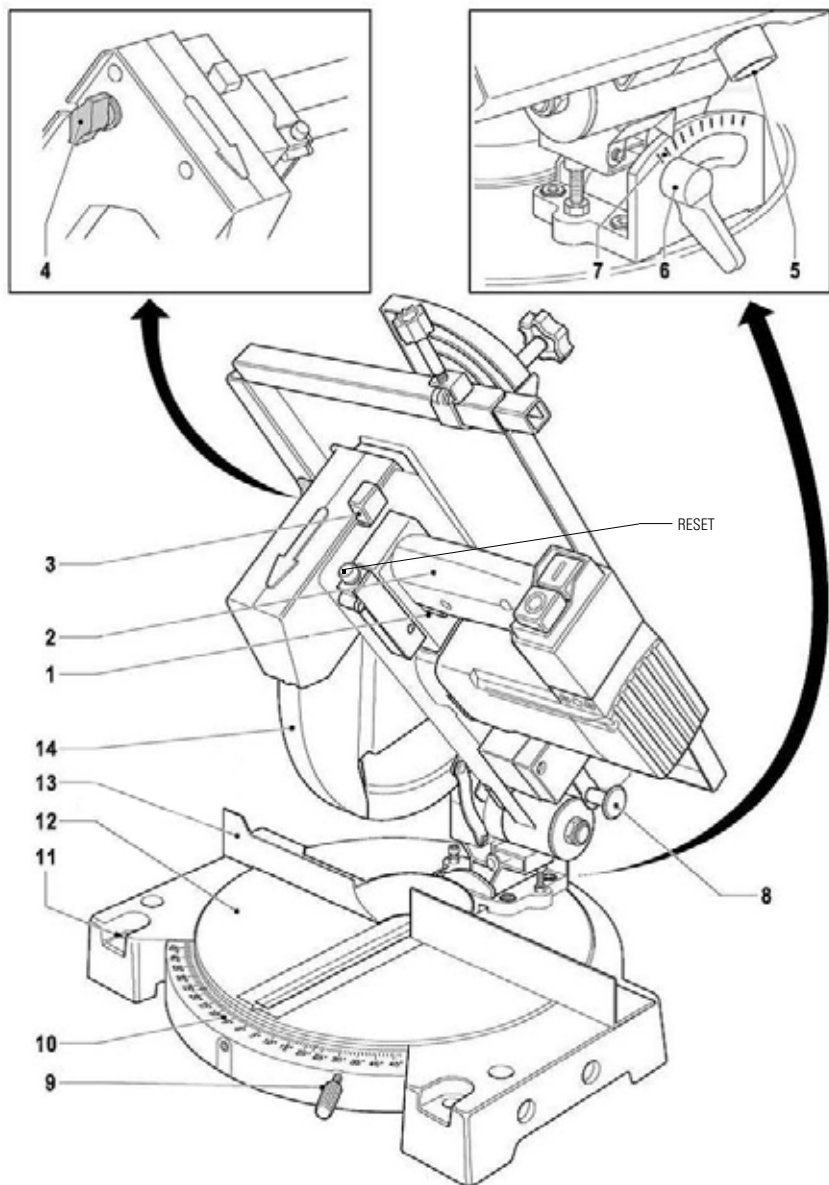

FIGURA 7.1
SIERRA MODO BANCO - FIGURA 7.1
- A. Coloque la protección inferior (14)
- B. Presione el botón traba de ángulo (1)
- C. Mueva la mesa (16) hacia abajo
- D. Empuje la mesa hacia arriba (8)
- E. Afloje el tornillo (15)
- F. Afloje el tornillo (15)
- G. Reapriete el tornillo (15)
3. Ajuste el ángulo de la sierra 90° - Figura 7.1 y 8.3
- Afloje el tornillo de ajuste para mesa inferior rotativa (9).
- Defina el ángulo utilizando la escala (10).
- Apriete el tornillo de ajuste para mesa inferior rotativa. Figura 7.1.
- Afloje la llave traba ángulo (6).
- Defina el ángulo de inclinación exigido. La configuración puede ser leída en la escala (7).
- Apriete la llave traba ángulo. Figura 7.1.